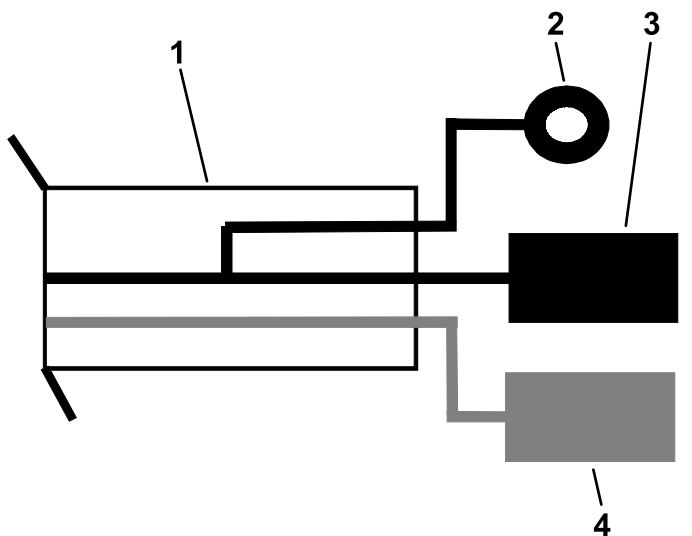

Figura 20
- Inserite il filo di terra nero nel filo di terra del cablaggio preassemblato del Kit convertitore di alimentazione (Figura 20).
- Inserite il filo di alimentazione rosso nel filo di alimentazione del cablaggio preassemblato del Kit convertitore di alimentazione (Figura 20).